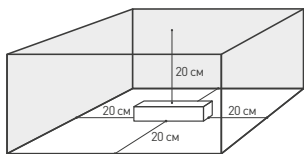

Рис. 1. Свободное пространство вокруг источника.
- 4.2. Для естественной вентиляции обеспечьте не менее 20 см свободного пространства вокруг источника питания, как изображено на Рис. 1. При невозможности обеспечьте свободное пространство используйте принудительную вентиляцию.